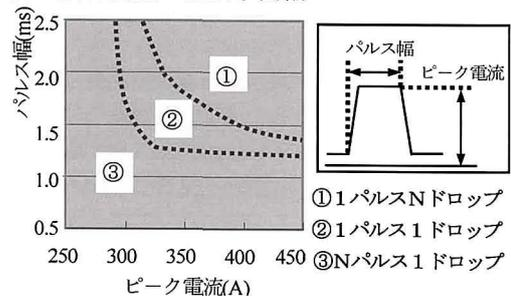

Fig. 2 ピーク電流及びパルス幅の溶滴移行に及ぼす影響
Fig. 2はピーク電流及びパルス幅の溶滴移行に及ぼす影響を示しています。ピーク電流が一定とした場合、パルス幅の短い領域③では1パルスの入熱量が少ないため一回のパルスではドロップせずにN回のパルスでドロップするNパルス1ドロップとなります。この領域では離脱するまでにN回のパルスを印加するためワイヤ先端で溶滴が大きく成長し大粒スパッタの発生要因となる場合があります。